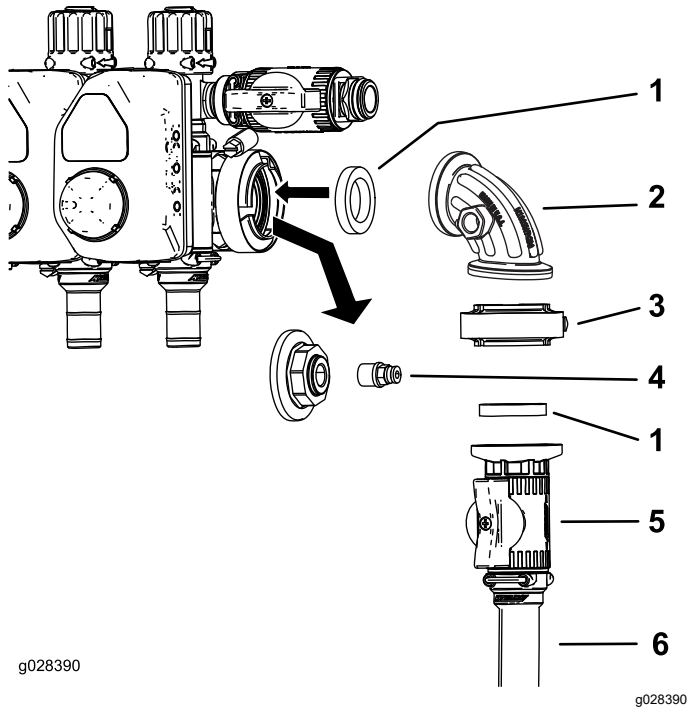

Figura 24
1. Scollegare il tappo e l'accoppiatore dall'apertura dell'indicatore di pressione (Figura 24).
2. Montare il gruppo valvola di regolazione come illustrato nella Figura 24.
3. Montate l'accoppiatore nel foro aperto del gomito a 90° (Figura 24 e Figura 37).
4. Collegate il flessibile di alimentazione dell'avvolgitubo alla valvola di regolazione con la fascetta stringitubo (Figura 24).